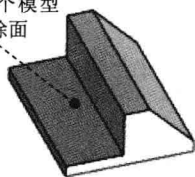

图 1.7 薄壁特征 1
Step6. 创建图 1.7 所示的薄壁特征 1。
(1) 选择命令。单击 **主页** 功能选项卡 **实体** 区域中的 **薄壁** 按钮 。
(2) 定义薄壁厚度。在“薄壁”命令条中的 **同一厚度** 文本框中输入 4.0，并按 **Enter** 键。
(3) 定义移除面。在系统提示下，选取图 1.7 所示的模型表面为要移除的面，单击鼠标左键。
(4) 在命令条中单击 **预览** 按钮显示其结果, 并单击 **完成** 按钮, 完成特征的创建。